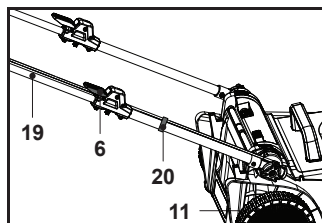

Fig. 4
9. Fixează cablul de control (19) în clema de cablu preinstalată sub maneta de blocare (6), apoi fixează cealaltă clemă de cablu (20). (Fig. 4).